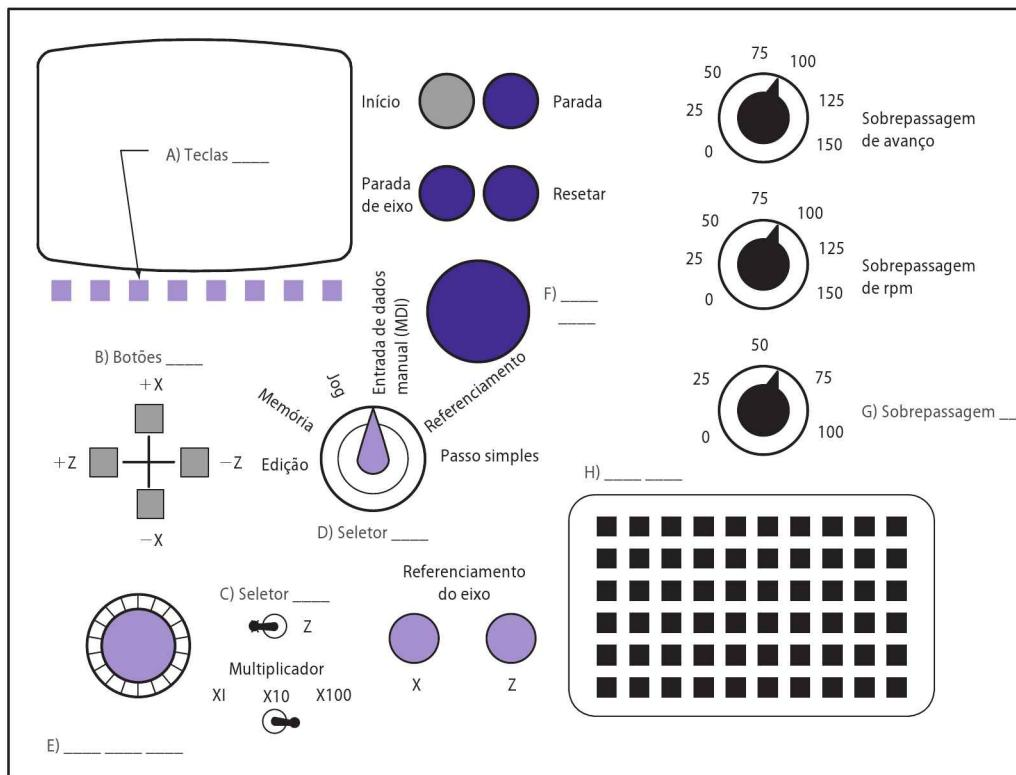

Figura 8-32
20. Rotule os controles CNC de A até H no controlador PVC mostrado na Figura 8-32 e descreva a função de cada um.